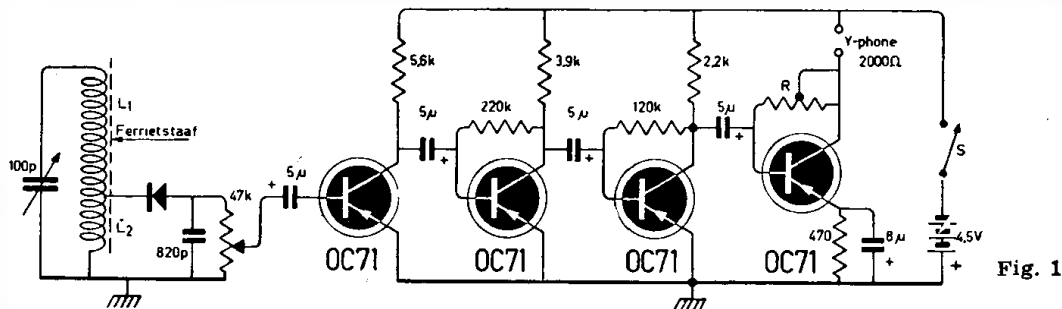
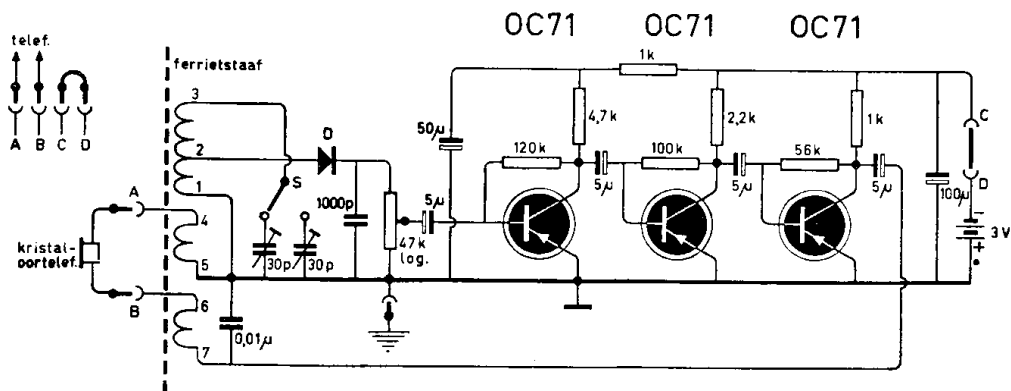

Fig. 1
Fig. 2 - Voor OC3 en OC13 event. basisweerstand wijzigen zodat $i_c R_c \approx \text{ca. } 2 \text{ V}$
Het beste kunnen we daarom de basisweerstand van de eindtransistor maar op het gehoor bepalen. We kiezen die weerstand, waarbij maximaal onvervormd geluid optreedt. In fig. 1 is deze weerstand variabel getekend (R).²⁾ Enkelen vroegen mij nog hoe het apparaatje voor een kristal-oortelefoontje ingericht kan worden. Wel, dat kunnen we als volgt doen: De eindtransistor wordt geschakeld evenals de voorgaande, dus $2,2 \text{ k}\Omega$ in de collector en $120 \text{ k}\Omega$ basisweerstand. De emitterweerstand vervalt. Het telefoontje komt via een $5 \mu\text{F}$ à $1 \mu\text{F}$ elco'tje tussen collector en aarde. Vermoedelijk echter kan de gehele eindtrap vervallen en kan het telefoontje direct aan de derde transistor worden aangesloten (zie ook het volgende schema fig. 2). Een en ander hangt geheel van de plaatselijke veldsterkte af: in het Gooi zal men reeds met twee transistoren een goed resultaat krijgen voor beide „Hilversums”. De vier-transistoruitvoering maakt gro-